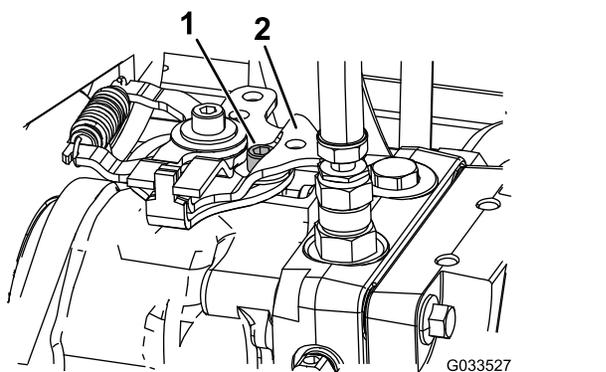

Рисунок 41
3. На гидравлическом насосе тяги (внутри корпуса) снимите рычажный механизм управления с рычага управления (Рисунок 41).